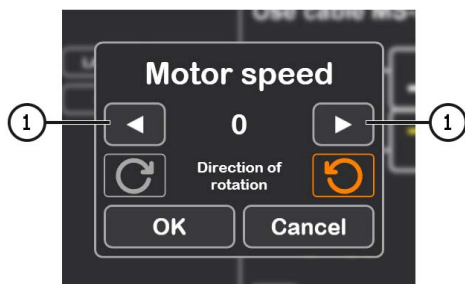

Рисунок 26
4.1. Після активації режиму діагностики відкриється вікно попередньої перевірки генератора див. рис. 26.
4.2. Кнопками керування приводом генератора (див. поз. 1 рис. 26) встановіть швидкість обертання шківа генератора в межах від 100 до 150 об/хв.
4. Перед активацією режиму діагностики з'явиться вікно попередньої перевірки генератора, див. рис. 26.
4.1. Кнопками керування приводом генератора (див. поз. 1 рис. 26) встановіть швидкість обертання шківів генератора в межах від 100 до 150 об/хв.
5. Після натискання на кнопку "Automatic test" з'явиться вікно попередньої перевірки генератора, див. рис. 26.
5.1. Кнопками керування приводом генератора (див. поз. 1 рис. 26) встановіть швидкість обертання шківів генератора в межах від 100 до 150 об/хв.
5. Натисніть кнопку «**Manual test**», після чого відкриється вікно попередньої перевірки генератора (див. рис. 26).
6.1. Кнопками керування приводом генератора (див. поз. 1, рис. 26) установіть частоту обертання шківів генератора в межах від 100 до 150 об/хв.